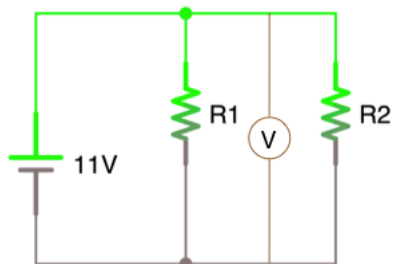
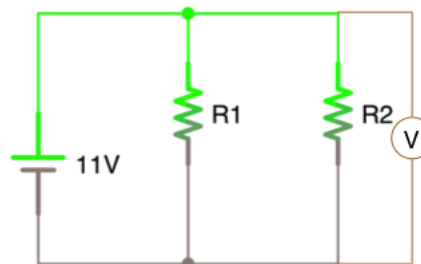

Figura 3a
Figura 3b
5. Arme el circuito de la figura 9 con la observación de que ahora R_1 y R_2 están en paralelo, luego mida la diferencia de potencial en R_1 y R_2 . Primero en R_1 , como se ilustra en la (figura 3a) y luego en R_2 como en la (figura 3b). Anotar los datos de corriente en la tabla No. 2.